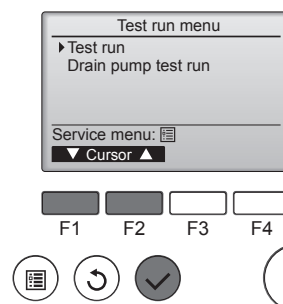

Fig. 7-2
- 2 Выберите режим "Test run" (Пробный пуск) в Меню пробного пуска и нажмите кнопку [ВЫБОР]. (Fig. 7-2)